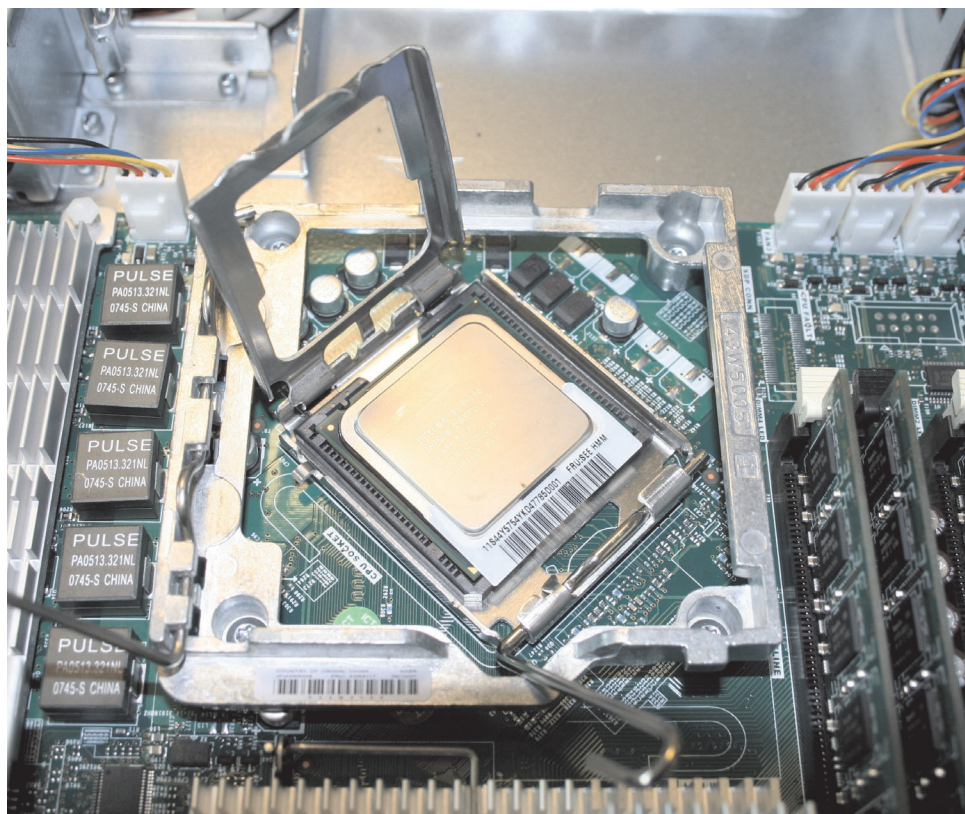

図 208. SAN ボリューム・コントローラー 2145-8A4 マイクロプロセッサ・ブラケット・フレームが完全に開いた状態
2. マイクロプロセッサ保持モジュールを、図 208 に示した向きに合わせて置きます。